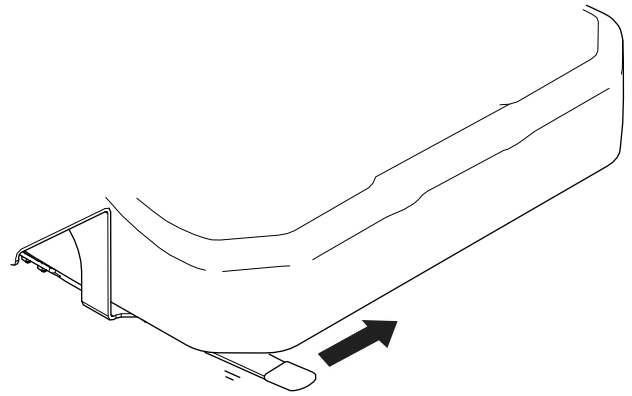

图 12
- 型号 32301**将调节杆移到左侧 图 12将座椅移到舒适的位置然后松开锁定杆以固定座椅的位置。